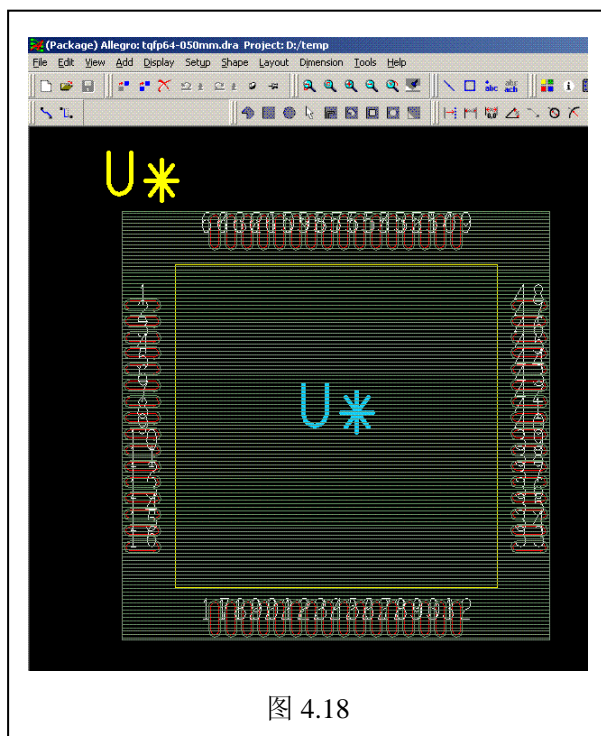

图 4.18
9) 结束 Board (wizard): next->finish 后, 见图 4.18。你看到颜色如果与图不同, 是因为在步骤 (3) 里用的模板不同.....